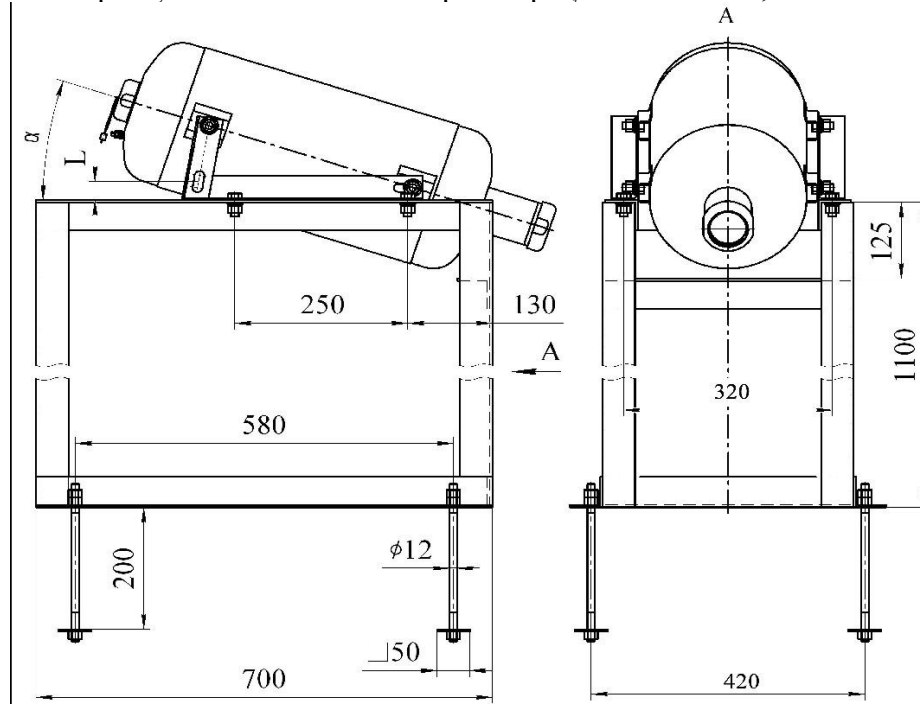

Figura B.1
B.2 Formatul modului MPP, dimensiunile elementelor de conectare și montare necesare instalării modului sunt prezentate în Figura B.1.
B.4 MPP cu suportii de ghidare montați pe el se va fixa pe suport folosind 4 șuruburi M12, a căror poziționare este prezentată în Figura B.1.
B.5 Unghiul de înclinare (α) de 20° se va regla conform Figurii B.1. Unghiurile de înclinare (α) între 0 și 5° se vor regla prin fixarea axelor filetate ale MPP, în fantele din barele verticale din partea posterioară a suportului, în funcție de distanța (L), conform Tabelului B.1.